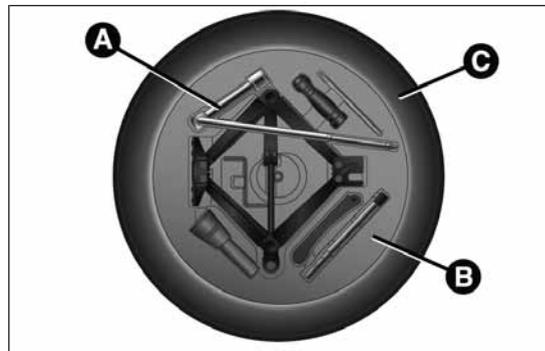

fig. 151
- à l'aide de la clé A fig. 151 située dans la boîte à outils, dévisser le dispositif de blocage, prendre la boîte à outils B et la déposer à côté de la roue à remplacer. Prendre ensuite la roue compacte de secours C ;